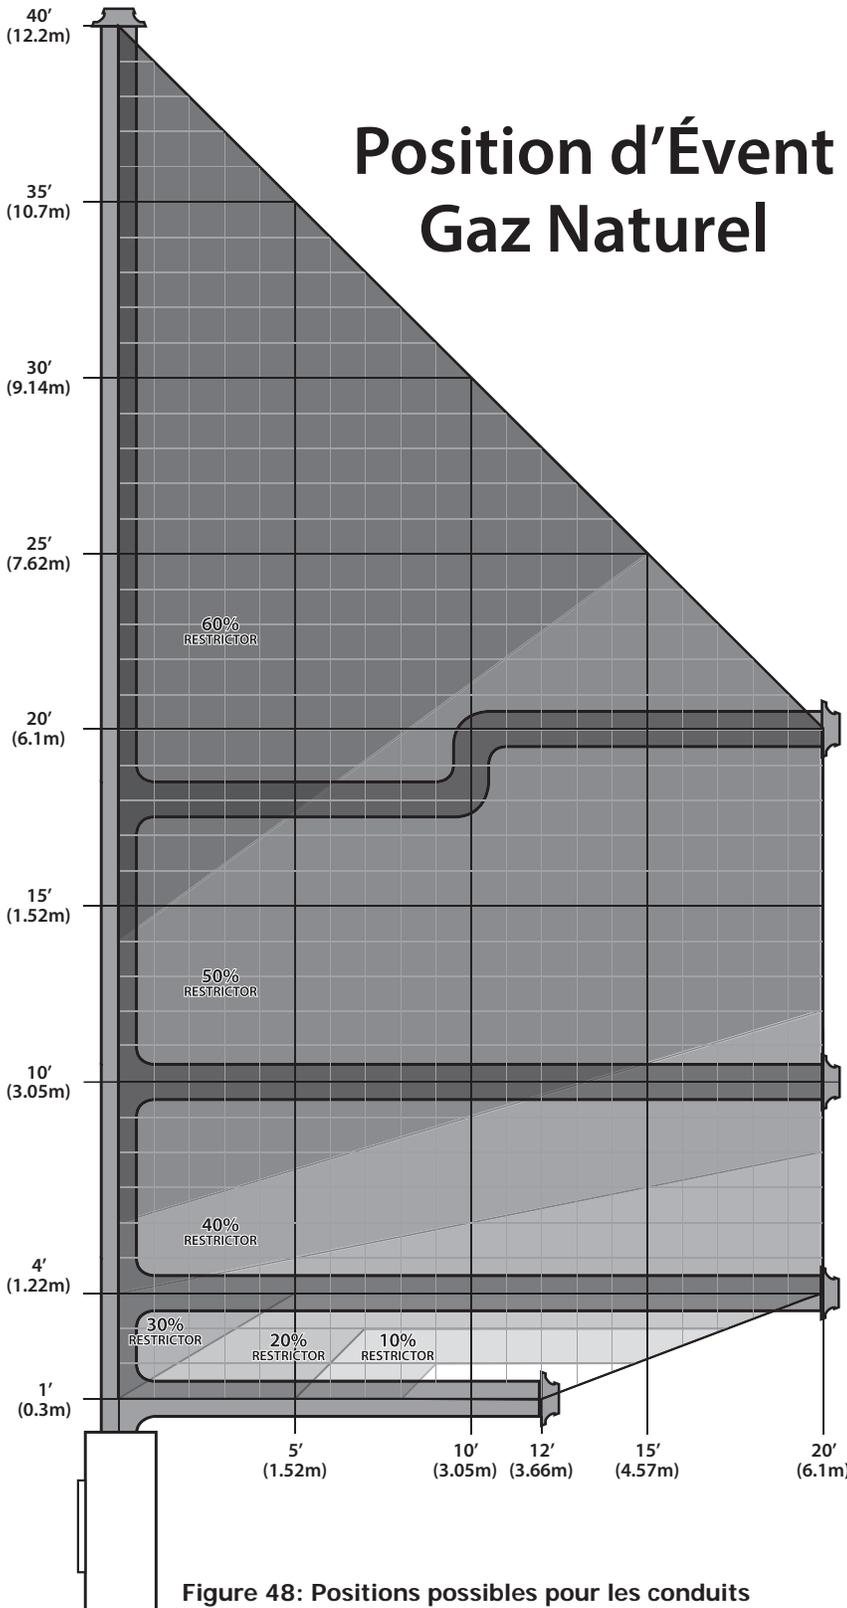
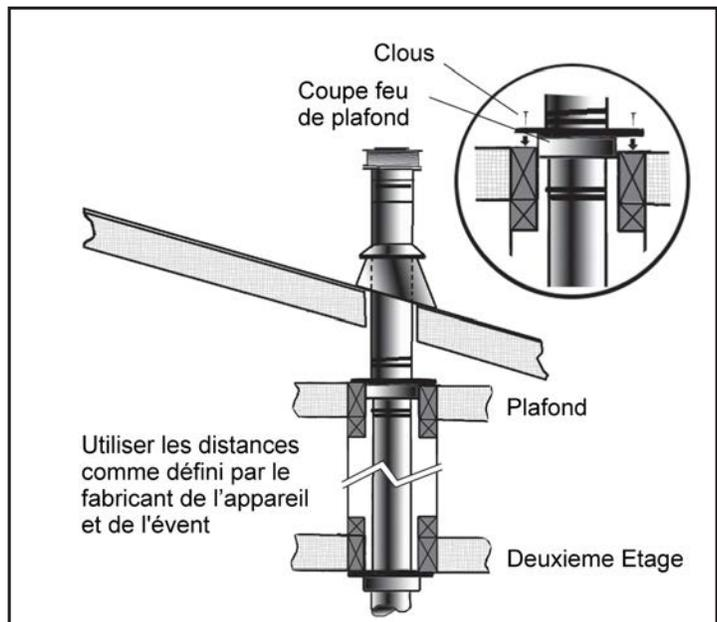
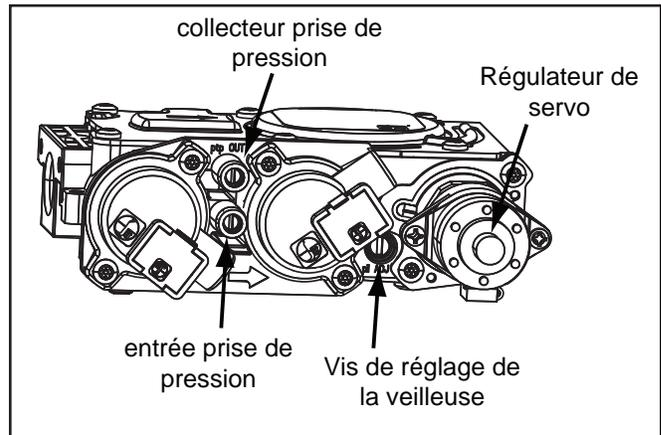

Figure 48: Positions possibles pour les conduits
Figure 56: Installation des conduits à plusieurs étages
Figure 57: Vanne de gaz avec pièces identifiées. Voir le manuel de l'utilisateur Dexen pour les détails de la vanne C44ID
- (1) Si vous devez déplacer le système d'évacuation dans le grenier pour éviter les obstacles, il est important de supporter le conduit à chaque 3 pi (914 mm) pour éviter du stress sur les coudes, ou la possibilité de séparation des joints. Des sangles de mur sont disponibles à cette fin (voir la Figure 56).
- (2) Quand possible, utilisez des coudes de 45° au lieu de ceux de 90°. Les coudes de 45° causent moins de restriction au flux de gaz et d'air.
- (3) Pour des installations à plusieurs étages, il vous faut un coupe-feu au plafond du deuxième étage, et à toute étage subséquent (voir la Figure 57). L'ouverture doit être encadrée à des dimensions de 10 po (254 mm) x 10 po (254 mm), de la même manière que démontré dans la Figure 48.